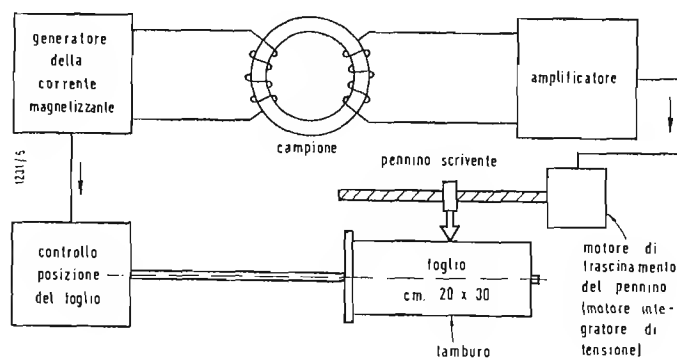

Fig. 1 - Schema a blocchi del registratore di ciclo d'isteresi.
**Q**UESTO APPARECCHIO è interamente automatico, ed è stato progettato per facilitare il rilievo delle caratteristiche di materiali magnetici (fig. 1).